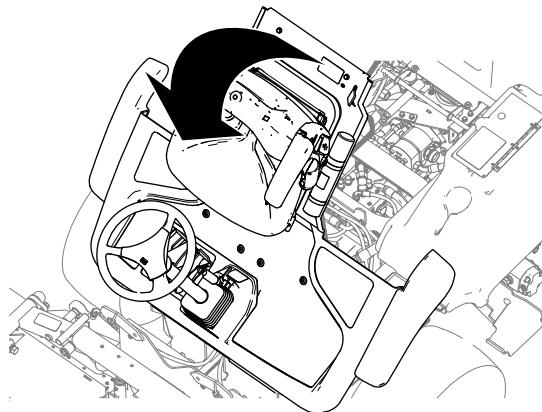

Bild 2
2. Klappen Sie die Plattform hoch (Bild 2)